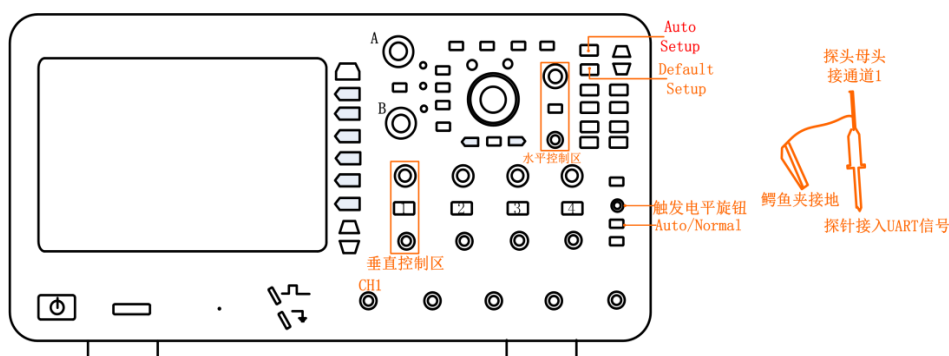

图 10.6 UART 协议连接线路
- 1、在通道 1 中接入 UART 协议，其中探头 BNC 接口接通道 1，探钩接 UART 协议 (TXD)，鳄鱼夹接地，如图 10.6；